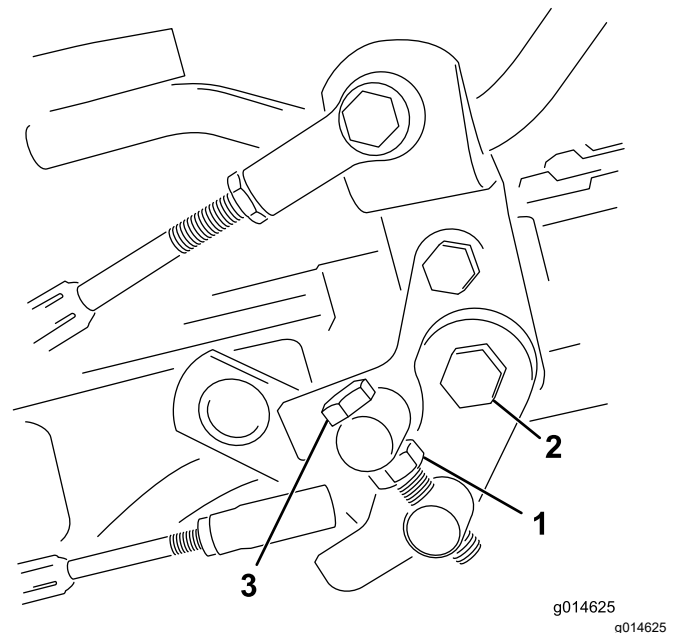

Figure 51
1. Desserrez l'écrou de blocage sur le boulon de tourillon (Figure 51).
4. Serrez l'écrou de blocage sur le boulon de tourillon et l'écrou sur le pivot de la pédale pour bloquer le réglage (Figure 51). Vérifiez le réglage et ajustez-le si nécessaire.